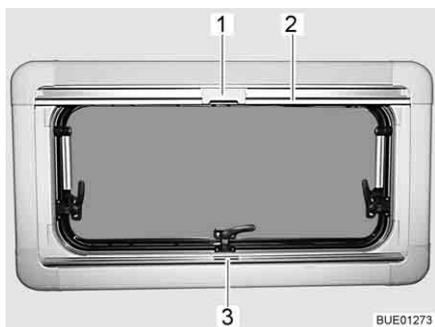

Fig. 62 Ventana abatible
- Sujetar el estor plegable por el centro del agarradero (Fig. 62,3), tirar de abajo a arriba y soltarla a la altura deseada. El estor plegable se queda fijo a esta altura.
- Tirar del agarradero de la mosquitera enrollable (Fig. 62,2) hacia abajo hasta que choque con el agarradero del estor plegable (Fig. 62,3).
- Bloquear el cierre (Fig. 62,1) de la mosquitera enrollable con el agarradero del estor plegable.
- Empujar hacia atrás el cierre (Fig. 62,1) de la mosquitera enrollable por arriba.
- Regresar la mosquitera enrollable lentamente en el agarradero (Fig. 62,2).